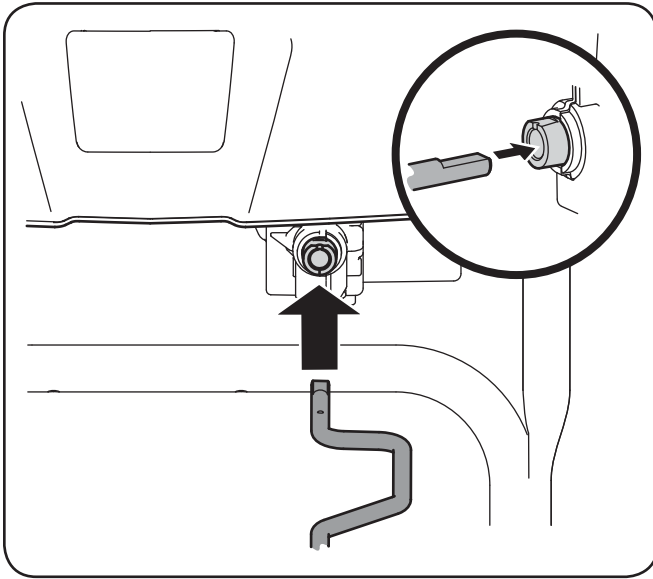

Figura 3-7
- Insertar el otro extremo de la varilla de control del canal en el acoplador por debajo del panel de asa. Asegúrese de alinear la parte plana de la varilla y el extremo plano del acoplador. Puede que tenga que girar la barra en torno a estas líneas hasta dos superficies. Consulte la Figura 3-7 inserción.